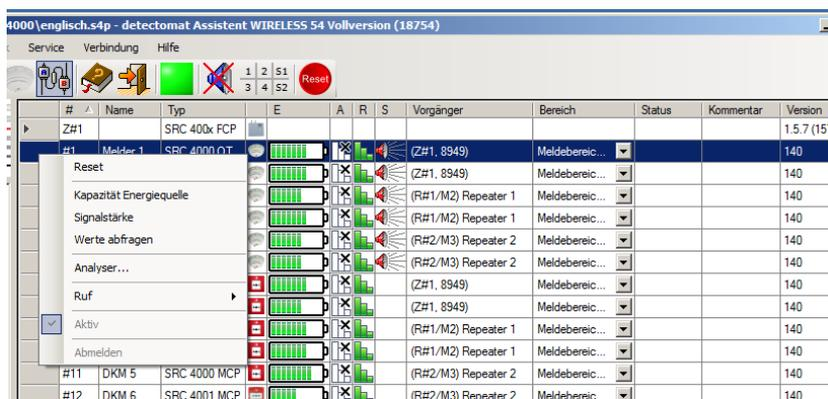

Abbildung 66: Kontextmenü der Teilnehmer
1. Wählen Sie unter „Hinzufügen“ den Menüpunkt „TCP-Client (WCS)“ an. Es wird eine neue Verbindung „Unbekannt (0.)“ angezeigt (s. Abb. 66).
1. Wählen Sie unter „Hinzufügen“ den Menüpunkt „TCP-AES-Client“ an. Es wird eine neue Verbindung „Unbekannt (0.)“ angezeigt (s. Abb. 66).